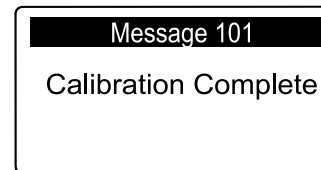

Figura 70
**Nota:** Viene visualizzato il messaggio CALIBRAZIONE COMPLETATA (Figura 70) e la testa si solleva completamente.